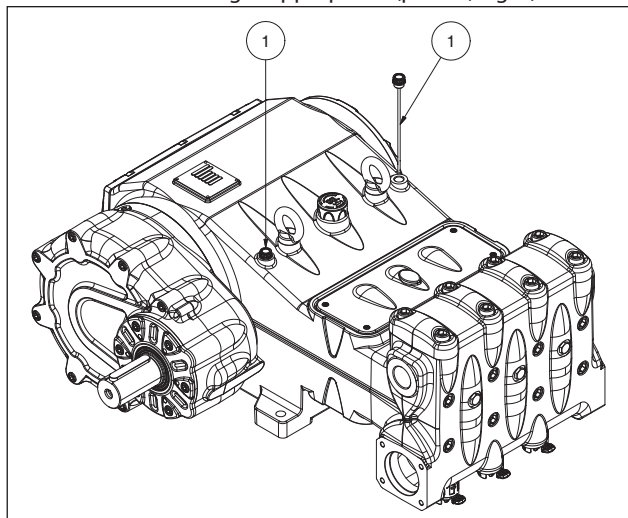

Fig. 8
5. L'huile dans le corps de pompe est au niveau attendu en le vérifiant avec les tiges appropriées (pos. ①, Fig. 8).